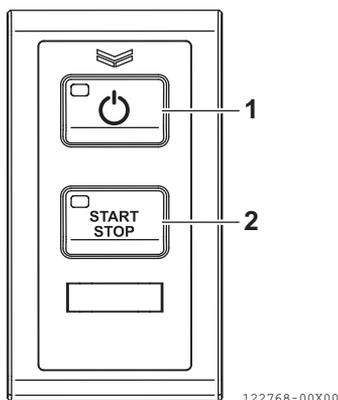

Figura 25
4. Prima o interruptor de energia no painel de interruptores da estação seleccionada (**Figura 25, (1)**).
9. Prima o botão ARRANCAR/PARAR motor (**Figura 25, (2)**) e ligue o motor de arranque.